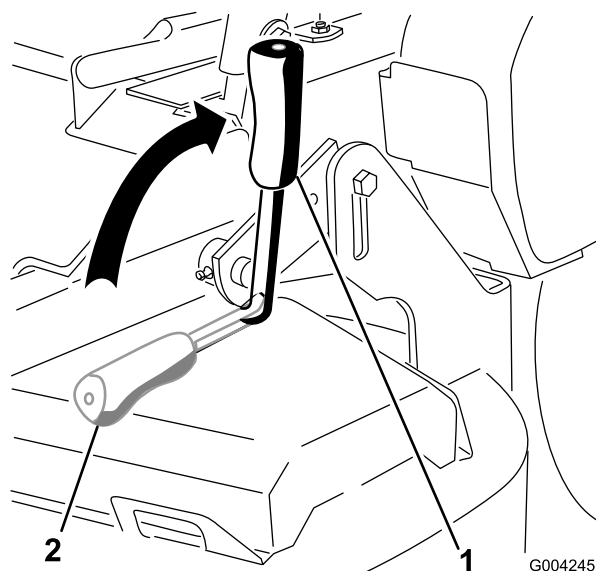

Figura 9
2. Tire de la palanca del freno de estacionamiento hacia arriba y hacia atrás para poner dicho freno (Figura 9). La palanca del freno de estacionamiento debe permanecer firmemente en esa posición.
Empuje hacia adelante y hacia abajo la palanca del freno de estacionamiento para quitar dicho freno (Figura 9).